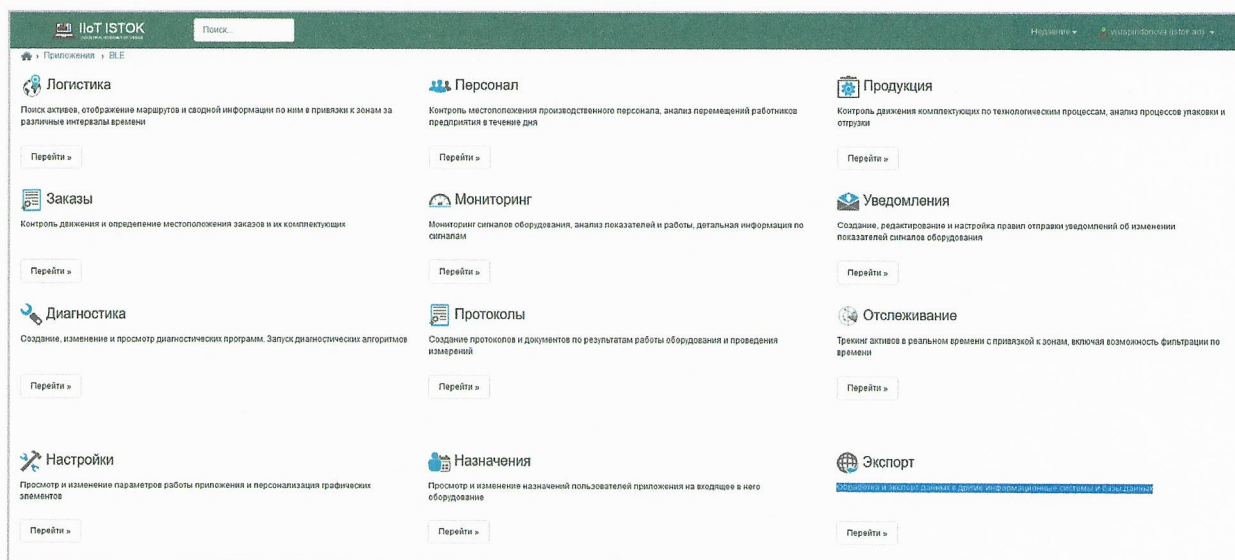

Рисунок 1 – Выбор раздела приложения
- 2) выбрать необходимый раздел в приложении (см. рис. 1).